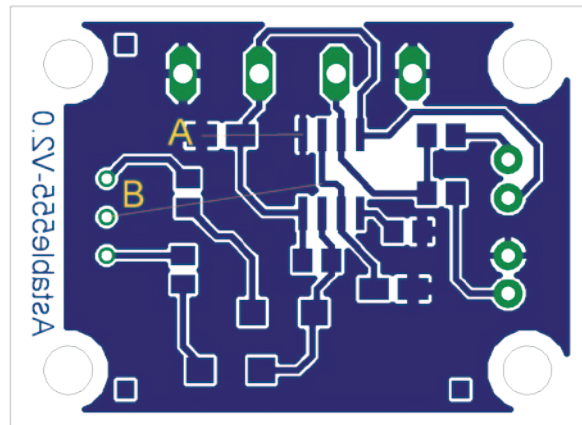

Abb. 10: Problem Brücke / Massefläche
Wenn man die Routen gelegt hat, kann es, wie in Abb. 10 zu sehen ist, ein Problem mit der Massefläche geben (A). Auch ist in diesem Beispiel noch nicht alles fertig geroutet, so dass eine Drahtbrücke notwendig erscheint (B).